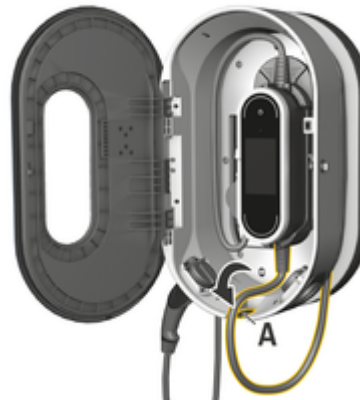

Fig. 10: Aggancio dell'unità di comando
3. Far passare il cavo vettura attraverso l'apertura **A** (Fig. 10) e avvolgere attorno al dock di carica la lunghezza del cavo non utilizzata.